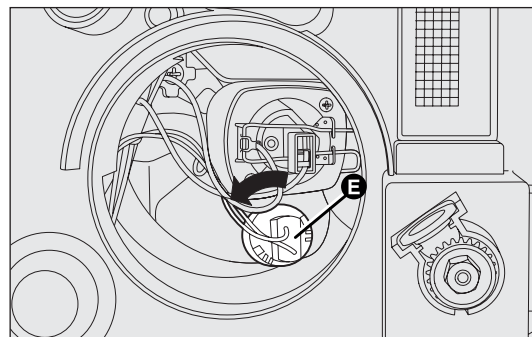

fig. 155
- ☐ gire hacia la izquierda el portalámpara E-fig. 155 y extraígallo;